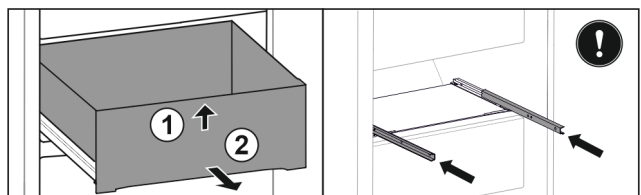

Fig. 147
- Schubfach vorne anheben. Fig. 147 (1)
- Schubfach nach vorne entnehmen. Fig. 147 (2)